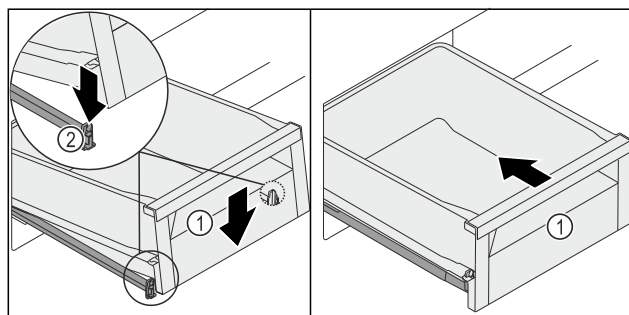

Fig. 120
- ▶ A fiókot Fig. 120 (1) előtt engedje le úgy, hogy a fiók a kapcsban Fig. 120 (2) balra és jobbra elcsússzon.
- ▶ A fiók Fig. 120 (1) hallhatóan bepattan.
- ▶ Tolja be a fiókot Fig. 120 (1).